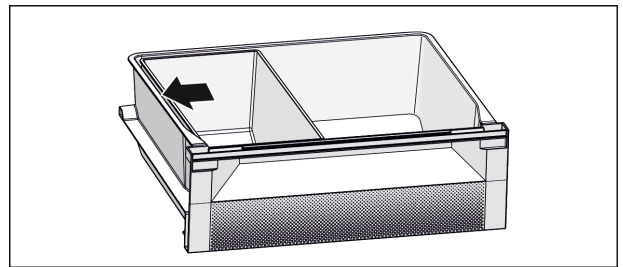

Fig. 8
- Für eine optimale Kühlfunktion: Fish & Seafood-Schale nach Abbildung (siehe Fig. 8) positionieren.